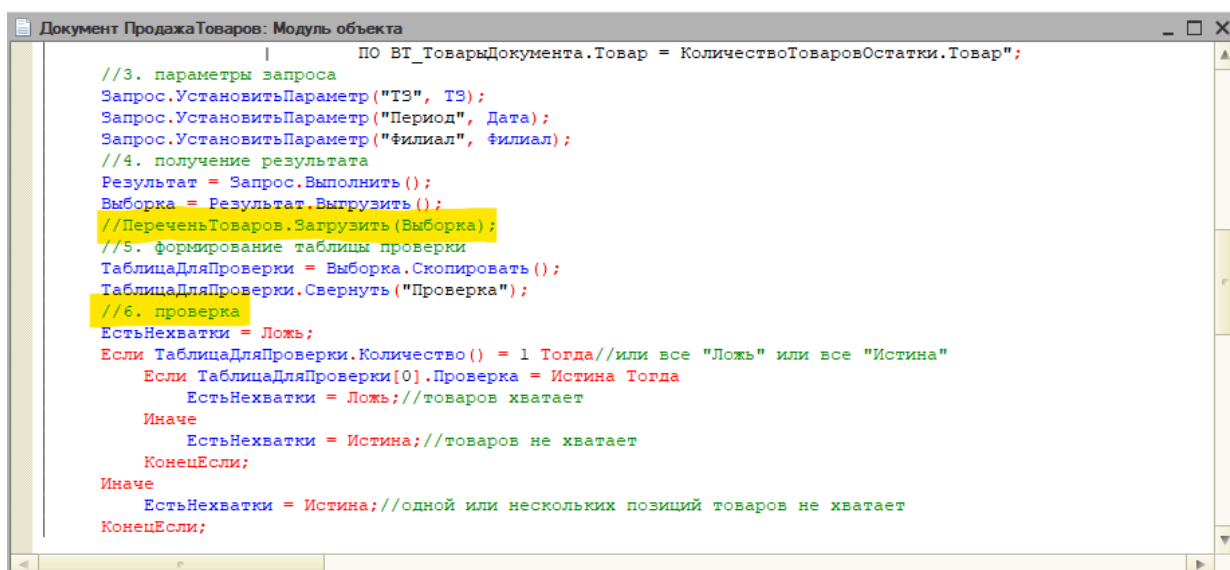

Рис. 5.71. Проверка результата
8. Далее задаем условия для проверки результата. В нашем случае это «ТаблицаДляПроверки» (рис. 5.71).